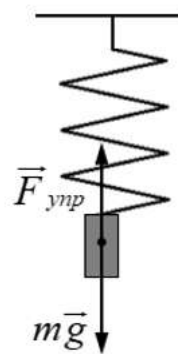

Рис. 2. Груз на пружине
Для экспериментальной проверки закона Гука в данной работе используется пружина, к нижнему концу которой прикрепляется груз массой m (рис. 2). Под действием силы тяжести mg пружина растягивается на ΔL . В состоянии равновесия с учётом (1)